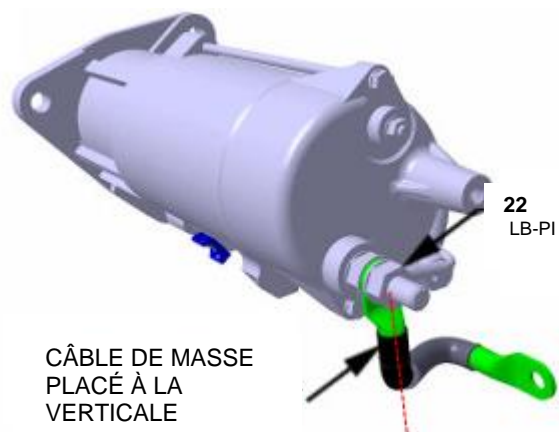

FIGURE 9
5. Brancher d'abord le câble de masse (circuit 0C) à la borne de masse. S'assurer que le câble de masse soit dirigé à la verticale vers le bas à partir de la borne comme sur la FIGURE 9.